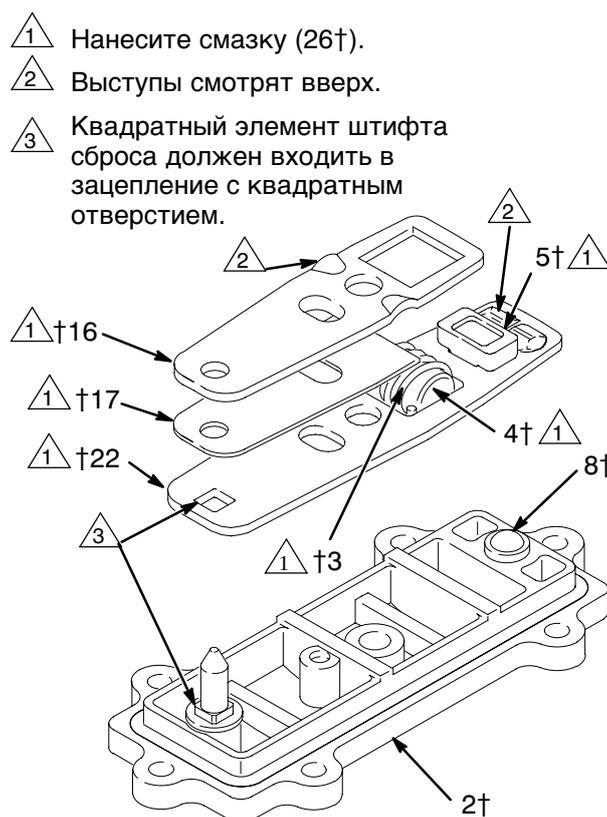

Рис. 13
5. Нанесите смазку на соединительную планку фиксатора (22) и распорку (17). Соберите соединительную планку фиксатора, распорку и приводную соединительную планку (16), как показано на рис. 13. Рельефные выступы на соединительных планках (22 и 16) должны быть направлены вверх.
6. Сожмите пружину (3). Установите ее и стопор (4) на соединительный узел. Натяжение пружины будет удерживать все эти детали между собой. Нанесите смазку на манжету клапана (5) и установите ее в соединительный узел, как показано.
7. Установите соединительный узел в крышку (2) так, чтобы острый конец штифта сброса (21) проходил сквозь отверстия в соединительных планках, а квадратная часть штифта входила в зацепление с квадратным отверстием. Убедитесь в том, что выступы на соединительной планке фиксатора (22) входят в зацепление с шариком (8).